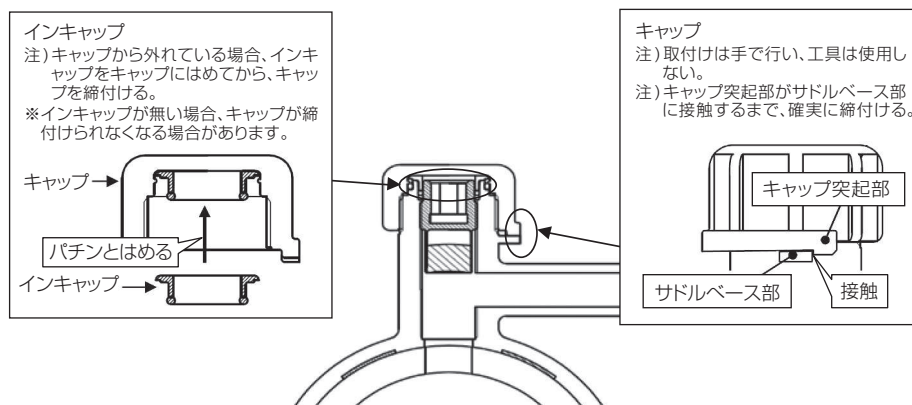

図5 せん孔完了
5. キャップを取付け、手で最後まで確実に締付けて、せん孔作業完了。(図5参照)